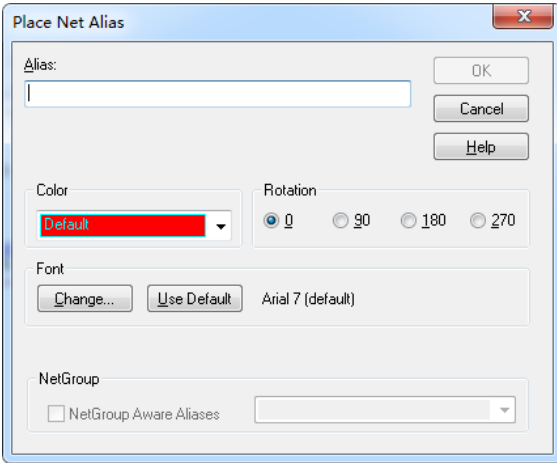

图 11 Place Net Alias 对话框
(4) 点击工具按钮  或选择菜单 Place/Net Alias，则屏幕出现 Place Net Alias（节点别名设置）对话框，如图 11 所示。在 Alias 栏中键入节点名（例如 N1），按“OK”按钮。设置完成后，光标箭头处